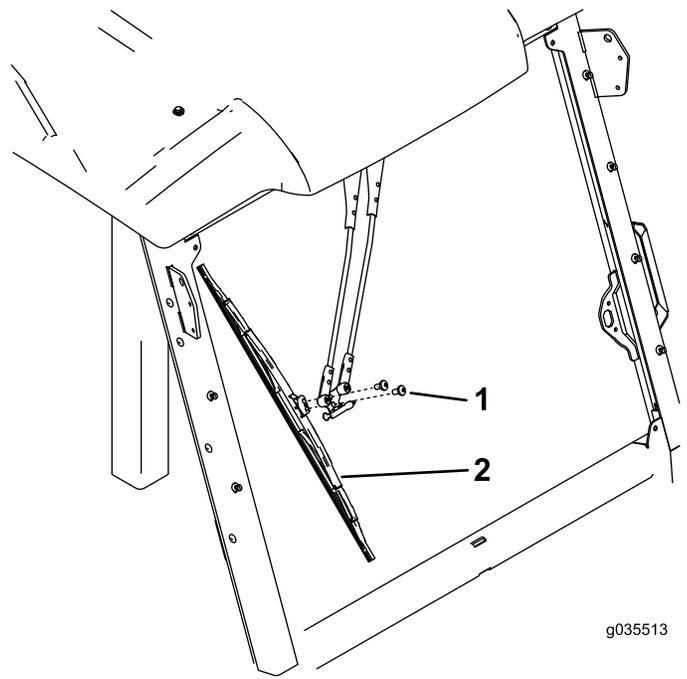

Bild 5
4. Bringen Sie das Scheibenwischerblatt (wie in Bild 5 abgebildet) an.